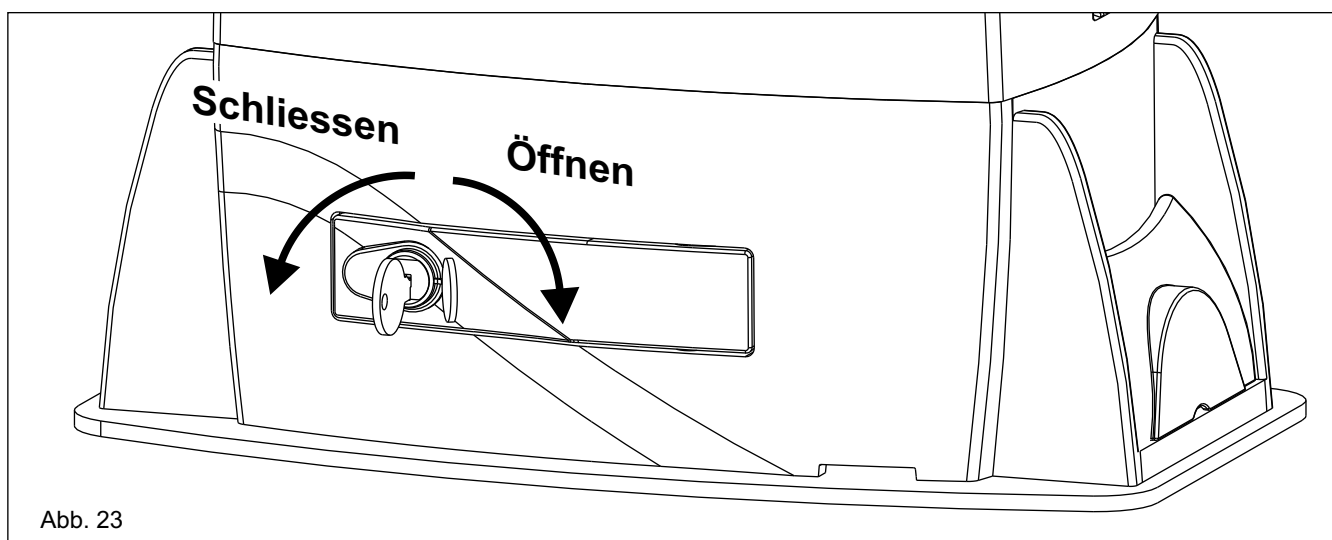

Abb. 23
- Die Schutzklappe des Schlosses öffnen, den Schlüssel einführen und um 90° im Uhrzeigersinn drehen (Abb.23).